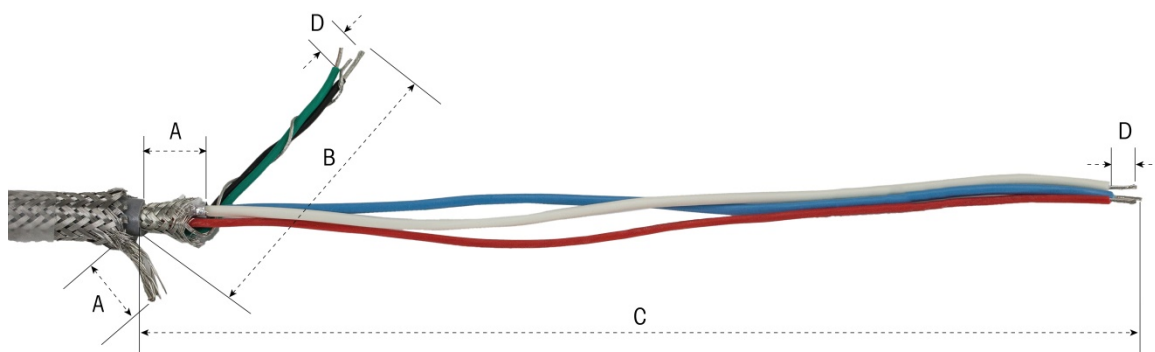

Figura 2-61: preparazione del cavo POWERCELL - Pannello
1. Tagliare e rimuovere una parte della schermatura intrecciata esterna, la guaina isolante, la schermatura intrecciata interna e l'isolamento, come illustrato nella Figura 2-61 e nella Tabella 2-7.